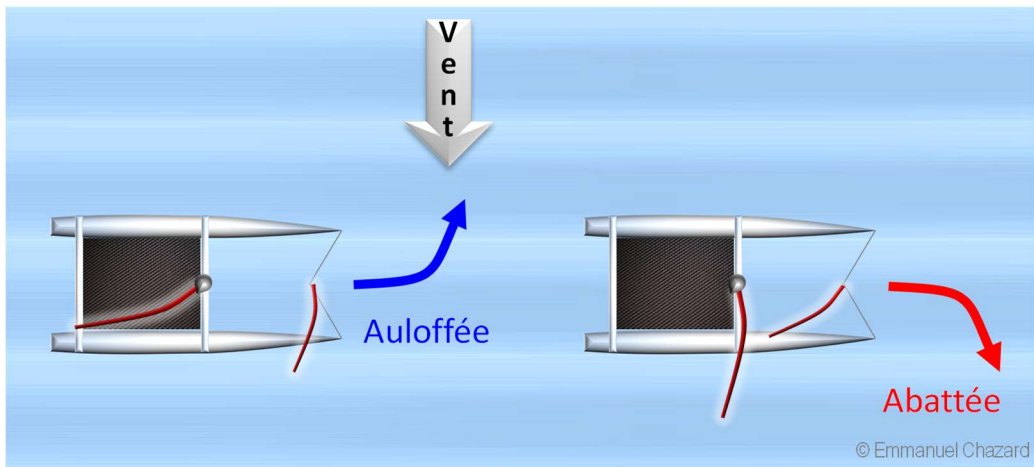

Figure 12. Rôle de la GV et du foc dans les changements de direction
Lorsque la grand' voile (GV) est bordée, parce qu'elle est placée à l'arrière du bateau, elle tend à le replacer face au vent, à le faire lofer (Figure 12). Son action est comparable à celle d'une girouette, ou des ailerons d'une fusée.